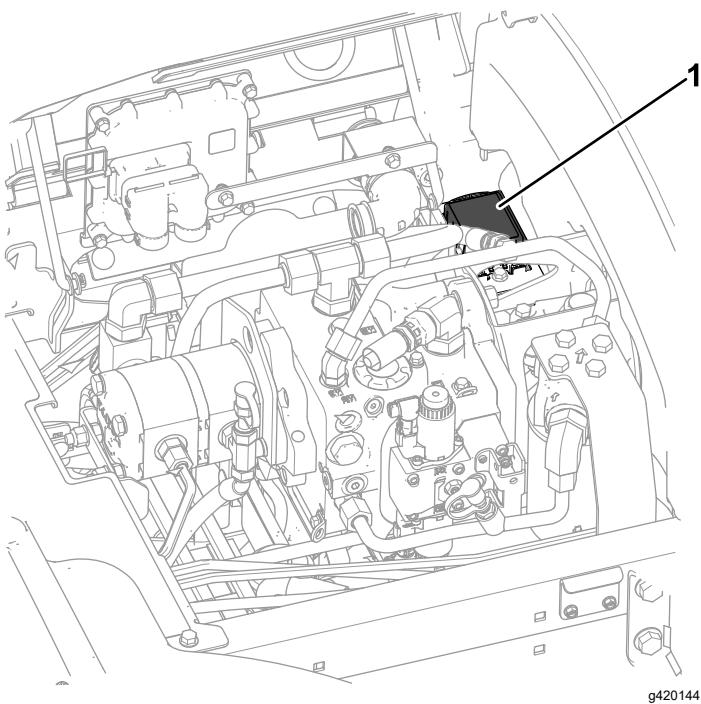

Figure 94
3. Remplacez le fusible défectueux (Figure 94) par un fusible de même type et de même intensité.